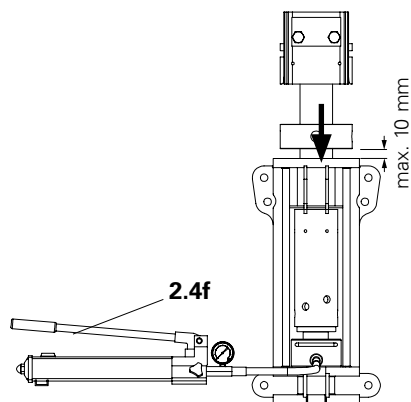

Fig. 22
5. Sollevare il cilindro idraulico con la leva per pompa (2.4f) di max. 10 mm. (Fig. 22)